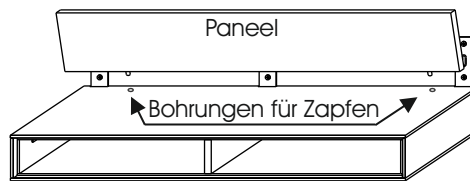

Abb. 6
8. Setzen Sie das Rückwandpaneel auf den Oberboden des Möbels. Hierzu sind in dem Boden Bohrungen vorgesehen, in der die Zapfen des Paneels eingreifen. Hiernach wird das Paneel nach hinten „geklappt“ und durch Magnete, die in dem Paneel eingeschraubt sind, gehalten. (Abb.6/7)